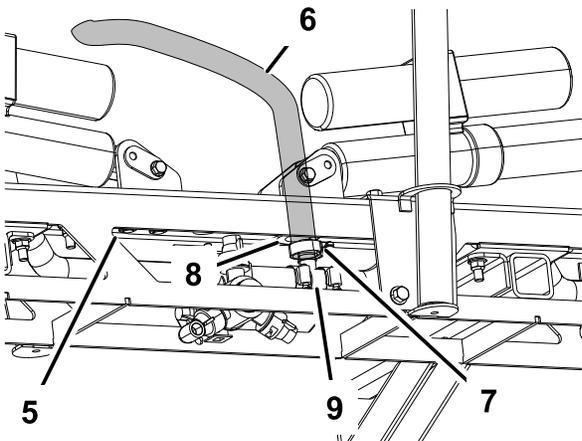

Figure 29
- Enduisez de savon liquide les cannelures des raccords en T sur les deux prolongements de rampes (Figure 29). Poussez le flexible de prolongement de rampe sur la cannelure et fixez-le avec un collier.